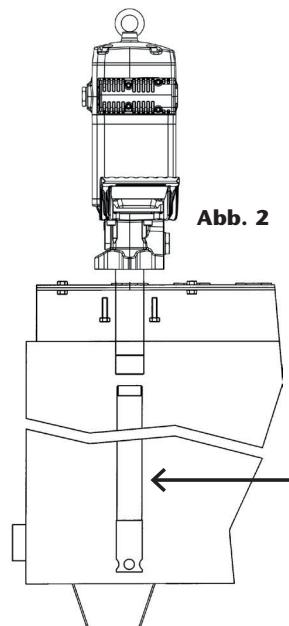

Abb. 2
- Direkte Montage auf Fass oder Spülkasten (siehe Abb. 2). Schrauben Sie das entsprechende Verlängerungsrohr an die Pumpe (siehe Abb. 2). Führen Sie den Schlauch durch die Innenseite des Fasses/Tankdeckels. Schrauben Sie die Pumpe mit M10-Schrauben (4 Löcher mit einem Durchmesser von 112 mm in der Mitte) an den Deckel.